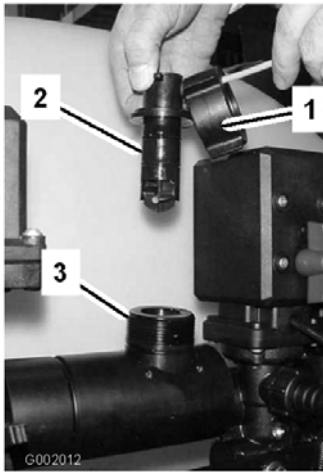

Figura 67
- Retire la tapa del cuerpo del caudalímetro (Figura 67).